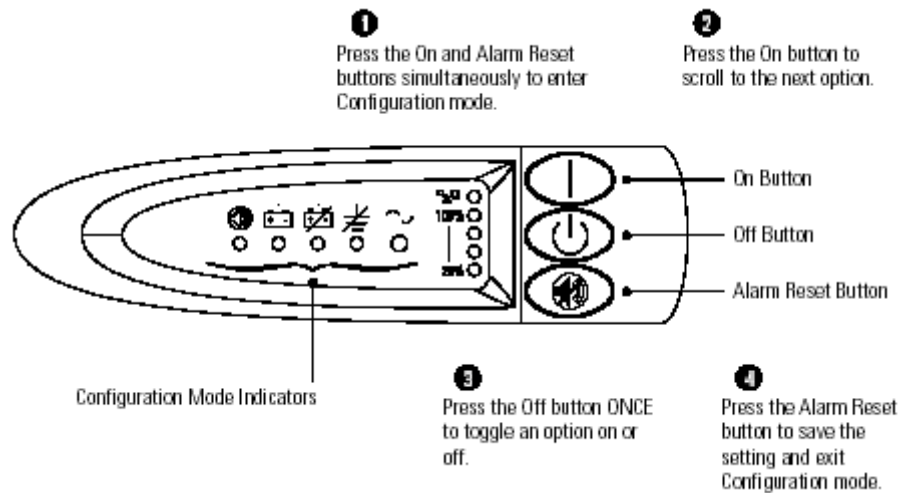

Рисунок 20. Использование режима изменения конфигурации
Когда ИБП находится в режиме изменения конфигурации, индикаторы передней панели отображают возможности конфигурирования. С помощью управляющих кнопок (Вкл., Выкл  и ) можно изменять параметры. На рис. 20 показаны соответствующие индикаторы, в таблице 1 описаны соответствующие возможности.
2. Нажимайте кнопку Вкл., чтобы переходить от параметра к параметру. После каждого нажатия, ИБП подает звуковой сигнал. Индикатор выбранного параметра показывает его состояние; мигание индикатора говорит о том, что параметр отключен (см. рис. 20 и таблицу 1).